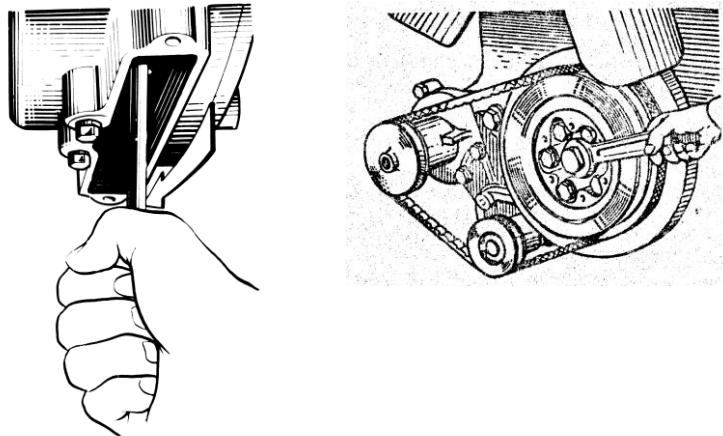

Рис. 61. Проворачивание коленчатого вала
- 4 Проворачивая коленчатый вал по часовой стрелке (при виде со стороны вентилятора) спереди ключом за болт крепления шкива или сзади ломиком за маховик через люк в нижней части картера маховика, используя отверстия в маховике (рис. 61), установить момент, когда выпускной клапан первого цилиндра полностью поднимется (то есть закроется). Продолжая вращать коленчатый вал, провернуть его еще примерно на 1/3 оборота ($\approx 120^\circ$). Это положение коленчатого вала соответствует такту сжатия в первом цилиндре и оба клапана этого цилиндра будут закрыты.
Вращать коленчатый вал можно ключом за болт крепления шкива коленчатого вала или ломиком за отверстия в маховике (рис. 61) при снятой крышке люка картера маховика.